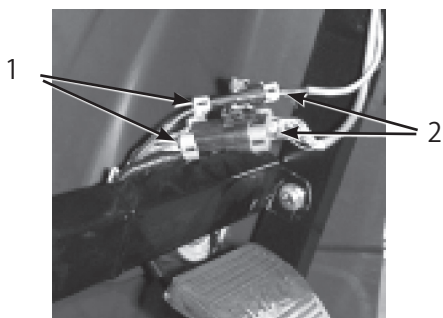

図5
6. スプレープロの電気コードのコネクタを、ダッシュボード下にあるコネクタに接続する (図5)。